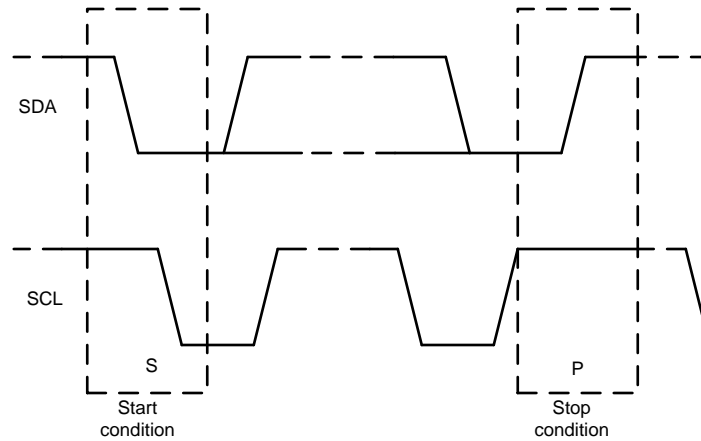

图 57. 启动和停止条件
1. 主器件通过产生启动条件来启动数据传输。启动条件是当 SCL 为高电平时在 SDA 线上发生从高到低的转换，如图 57 所示。所有与 I2C™ 兼容的器件都会识别启动条件。
4. 为了用信号指示数据传输结束，主器件通过在 SCL 线处于高电平期间将 SDA 线从高电平拉低来产生停止条件（请参阅图 57）。此操作将释放总线并停止与寻址的从器件之间的通信链路。所有与 I2C™ 兼容的器件都会识别停止条件。在收到停止条件后，将释放总线，然后所有从器件等待启动条件，接着是匹配的地址。